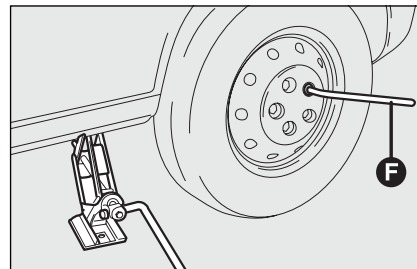

fig. 8
- draai met de sleutel **F-fig. 8** de wielbouten helemaal los en verwijder het wiel;